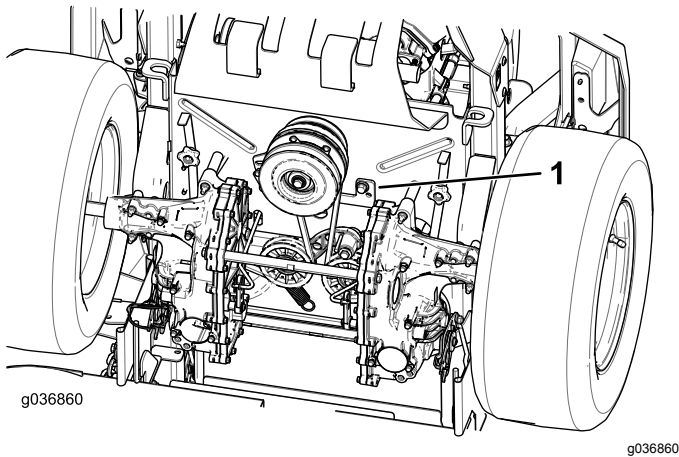

Figure 101
5. Déposez la butée d'embrayage (Figure 101).
9. Reposez la butée d'embrayage (Figure 101).